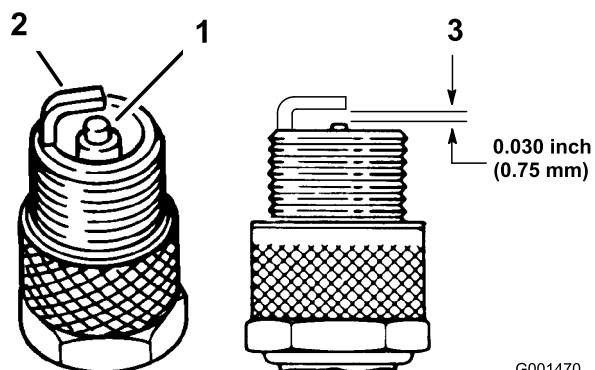

Рисунок 23
1. Осмотрите середину каждой свечи зажигания (Рисунок 23). Если на изоляторе заметен
2. Проверьте зазор между центральным и боковым электродами (Рисунок 23). Если зазор неправильный, отогните боковой электрод (Рисунок 23).
- Присоедините провода к свечам зажигания (Рисунок 23).